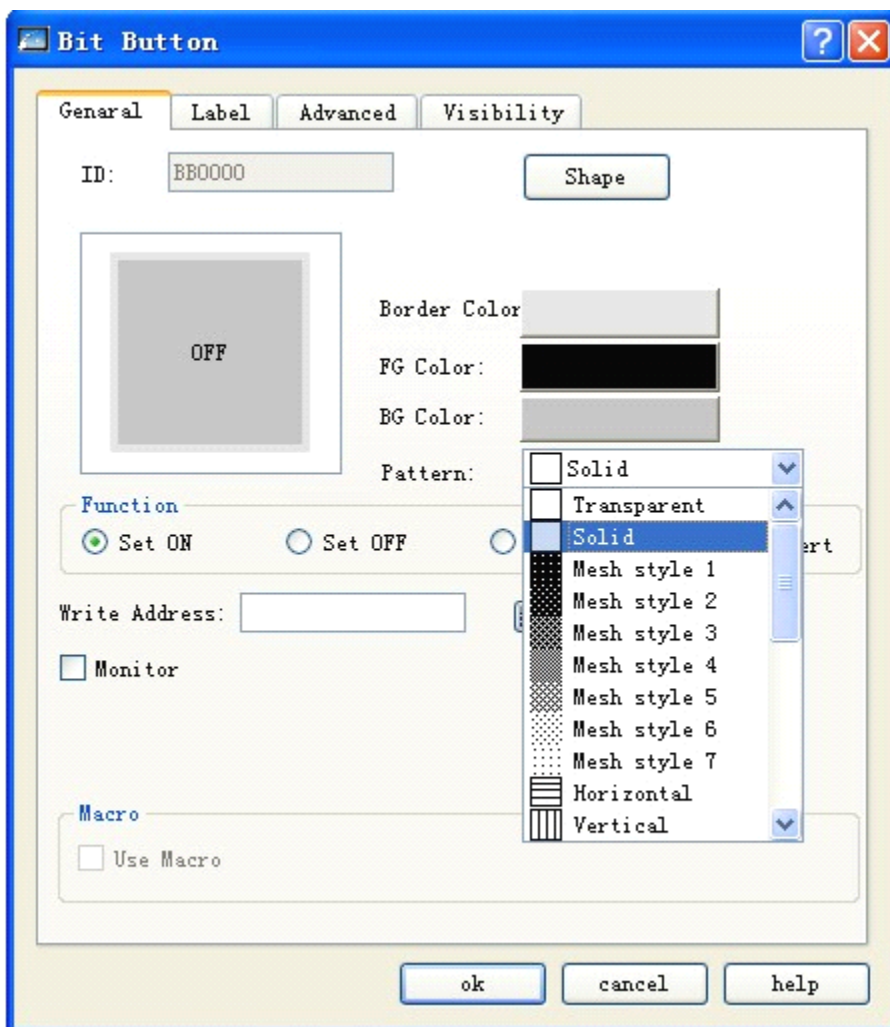

Рисунок 4-75 Изменение формы и шаблона
- ◆ **Pattern:** Щелкните этот раскрывающийся блок, здесь вы можете выбрать любой из 21 шаблона, чтобы украсить элемент. Для примера смотрите рисунок 4-75.